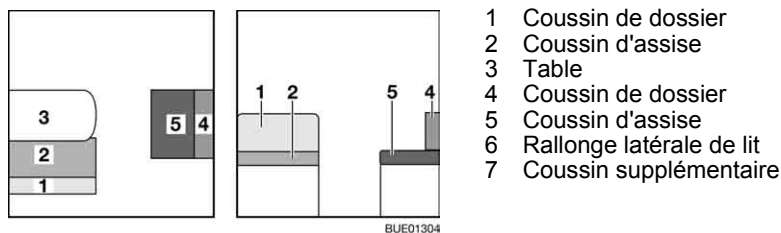

Fig. 125 Avant la transformation
- Convertir la table (Fig. 125,3) en sommier de lit (voir paragraphe 6.11).
- Retirer le coussin de dossier (Fig. 125,1) et les poser sur la table.